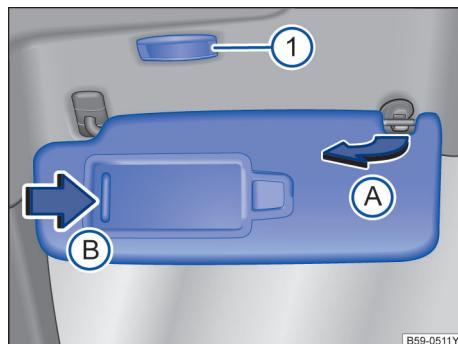

图 80 遮阳板。
- 用一只手按压旋转轴的一端，用另一只手的拇指按压卡扣的上端，并用其它的手指将遮阳板倾斜上抬，并缓缓取出，否则容易造成上方固定点的损坏 → 图 80(A)。